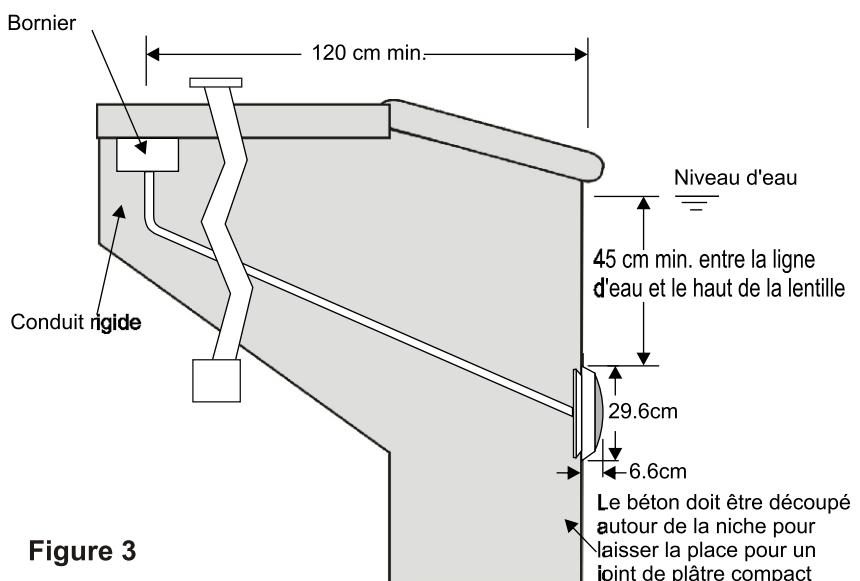

Figure 3
2. Assurez-vous que la tension est de 12 V et que le bornier se trouve à au moins 120 cm du bord de la piscine (Figure 3).
3. Lors de l'installation, le haut de l'éclairage doit se trouver à au moins 45 cm de la surface de l'eau (Figure 3).